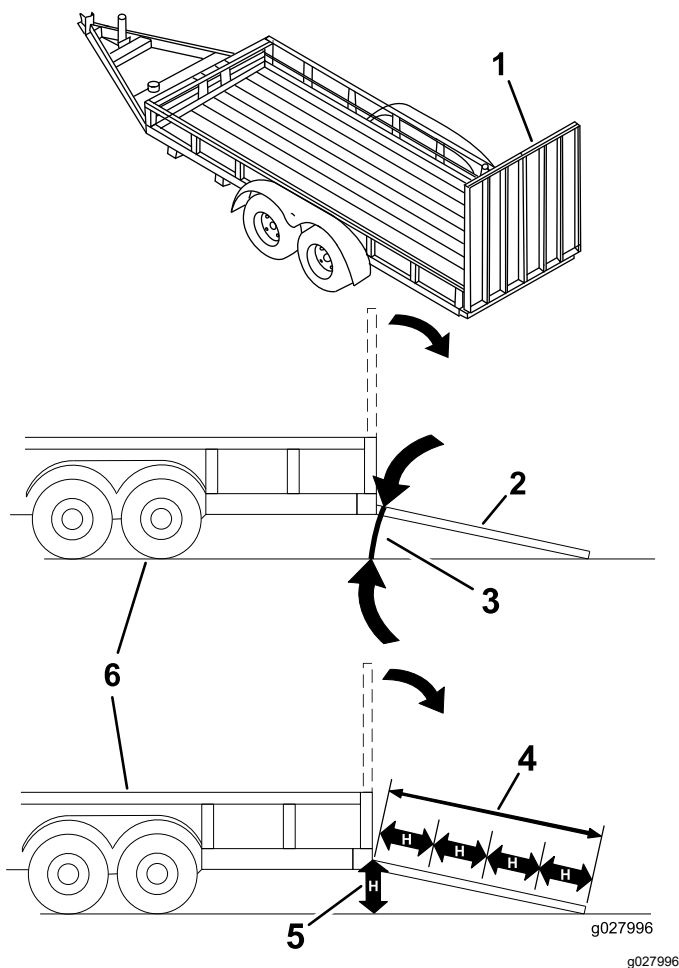

Figura 32
Încărcarea unei maini pe o remorcă sau un camion crește riscul de răsturnare i poate cauza răniri grave sau moartea (Figura 32).
3. Coborâi rampa, asigurându-vă că unghiul dintre rampă și sol nu depășește 15 grade (Figura 32).
1. Coborâi rampa, asigurându-vă că unghiul dintre rampă și sol nu depășește 15 grade (Figura 32).